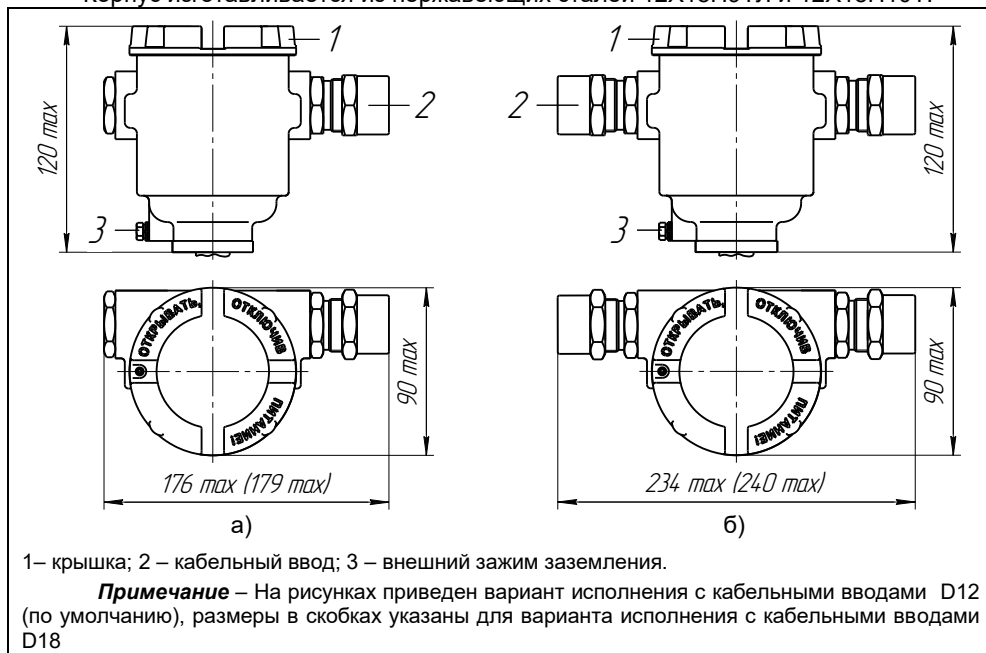

Рисунок 2 – Варианты исполнения корпуса:
1.4.2 Корпус преобразователя имеет съемную крышку 1, один или два кабельных ввода 2 и внешний зажим заземления 3 (см. рисунок 2).